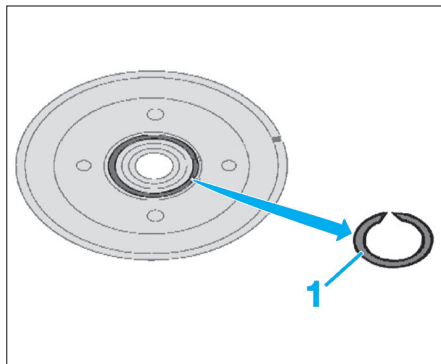

Fig. 68
- le jonc de maintien (1), à l'aide de l'outil [2] (Fig.68),